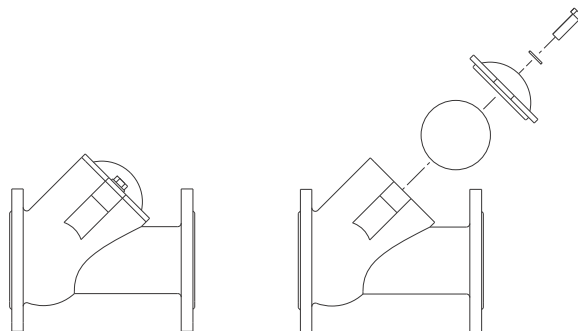

Abb. 30 Rückschlagventil
3. Entfernen Sie die beiden Schrauben an der Abdeckung des Rückschlagventils. Siehe Abb. 30.